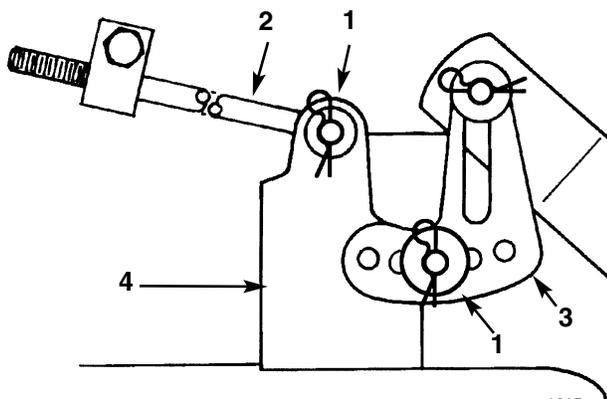

Figure 41
10. Déposer la goupille et rondelle à l'extrémité de la longue tige (Fig. 41). Extraire la tige du support de la tondeuse. Répéter l'opération de l'autre côté de la tondeuse.
11. Enlever la goupille fendue et la rondelle du support de mise à niveau de la tondeuse (Fig. 41). Enlever le support de l'axe de montage. Installer la rondelle et la goupille fendue pour les ranger.